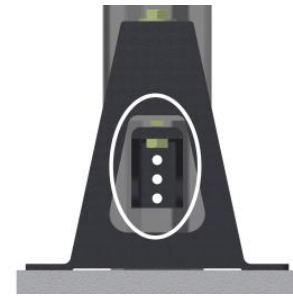

Figura 2: Marcar los agujeros del Canal C en las piernas
4. Marcar los agujeros del canal C en la pierna y perforar con una broca de **1/2"**. (Figura 2)